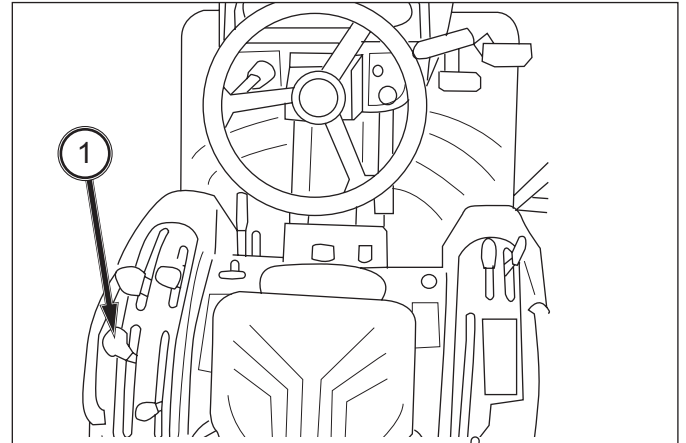

ABB. 68
ABB. 68: Der Wendeschalthebel für die Vorwärts-/Rückwärtsfahrt (3) ermöglicht eine konstante Änderung der Fahrtrichtung in jeder Gang-/Fahrbereichskombination. Die Geschwindigkeit bei Rückwärtsfahrt ist im gleichen Gang etwas niedriger als bei Vorwärtsfahrt.